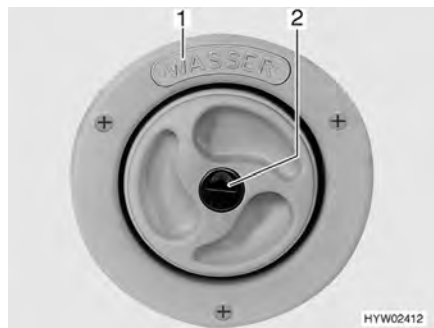
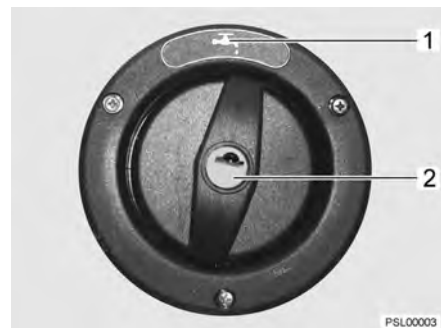

Fig. 166 Tapa de cierre para el tubo de llenado de agua potable
Fig. 167 Tapa de cierre para el tubo de llenado de agua potable (alternativa)
El tubo de llenado de agua potable está marcado con el rótulo "WASSER" (agua) (Fig. 166,1) o con el símbolo "☉" (Fig. 167,1). La tapa de cierre se abre o cierra con la llave para las cerraduras de trampilla exteriores.
- Introducir la llave en el cilindro de cierre (Fig. 166,2 ó Fig. 167,2) y girarla un cuarto de vuelta en sentido contrario a las agujas del reloj.